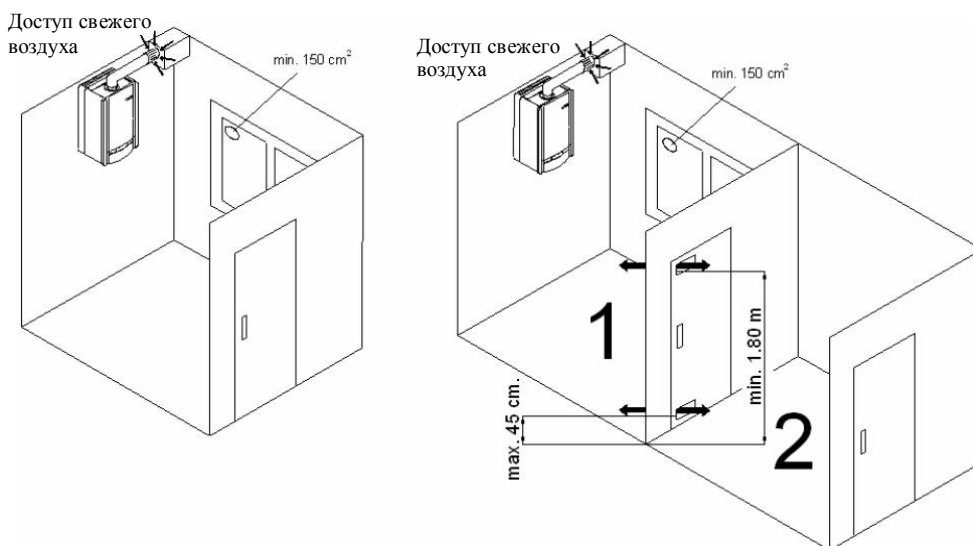

Рис.5
→ Достаточен ли объем помещения, в котором устанавливается котел, определяется исходя из общей номинальной тепловой мощности котла. На каждый 1 кВт тепловой мощности котла должен приходиться 1 м³ помещения. Исходя из этого, объем помещения, в котором устанавливается котел мощностью 24 кВт, должен составлять 24 м³. (Рис. 5а)
- В случае, если объем помещения недостаточен, доступ воздуха можно обеспечить путем вывода в одно или несколько смежных помещений по два вентиляционных отверстия со свободным поперечным сечением не менее 150 см². При этом необходимый общий объем смежных помещений рассчитывается исходя из 1 кВт на 1 м³. Два вентиляционных отверстия должны быть сделаны в одной и той же стене: верхнее не менее 180 см от пола, а нижнее не более 45 см от пола. (Рис. 5б)